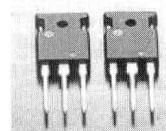

图 1-9 功率场效应管
(8) 功率场效应管。图 1-9 所示是功率场效应管。场效应管是电压控制器件，图示功率场效应管能够放大信号功率。